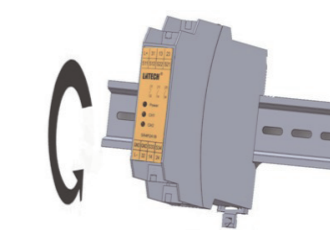

图8 继电器安装方法
- 安全继电器安装方法: 如图8所示安装。更换安全继电器, 必须严格遵守下列操作: